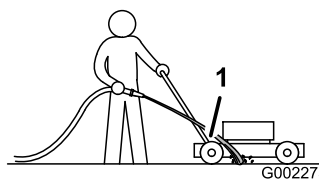

Figure 36
3. Tenez le tuyau d'arrosage à hauteur du guidon et dirigez le jet d'eau vers le sol, juste devant la roue arrière droite (Figure 36).